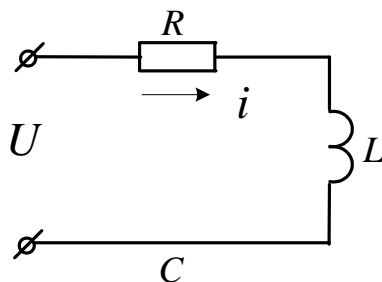

Рисунок 46
**Задача 39.** По катушке, индуктивность которой  $L=12\text{мГн}$  и активное сопротивление  $R=9\text{Ом}$  течет ток  $i = 2 \sin 1000t$  (А) (рис.46). Чему равно мгновенное значение приложенного к цепи напряжения?